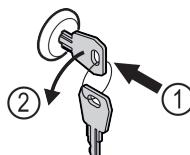

Fig. 161
- Ispauskite raktą. Fig. 161 (1)
- Pasukite raktą 90° prieš laikrodžio rodyklę. Fig. 161 (2)